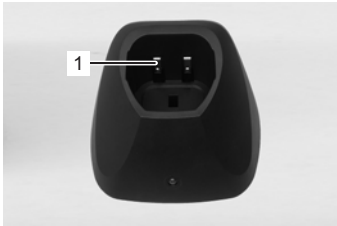

Fig. 22
För att uppnå ett bra klippresultat och för att öka klipprens och klipphuvudets livslängd måste du lägga på en tunn oljefilm mellan över- och underskåret (Fig. 22).
- ▶ Smörj skären tillräckligt mycket under klippningen (minst var femtonde minut), så att de inte torkar (Fig. 22).
Skären måste smörjas före, under och efter varje användning. När klippers skär lämnar ränder eller går med lägre hastighet är det ett tecken på att det behövs olja. Lägga några droppar olja fram på och tvärs över klippskären (se pilarna i Fig. 22). Torka bort överskottsolja med en mjuk, torr trasa. Smörjsprayer innehåller inte tillräckligt mycket olja för att smörjningen ska bli bra, men kyler skären. Byt omedelbart skadade eller slöa skär för att undvika skador.